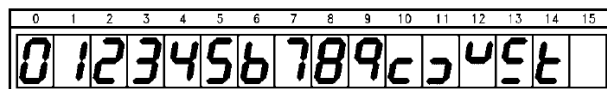

図 2. 74LS47 による 7 セグメント LED の表示
この装置を使用して学生が取り組む論理回路設計の中に、4 減算できる回路を持つ 4 bit バイナリカウンタがある。このとき、7 セグメント LED を表示器として使用するのだが、デコーダ IC が 74LS47(10 進デコーダ)であるため、その表示が図 2 の様になってしまう。この表示では、10～15 の数値は、非常に読み取りづらい。それを解消するために、10 以上の数値は、A(10) b(11) c(12) d(13) E(14) F(15)と表示できるデコーダを作製した。